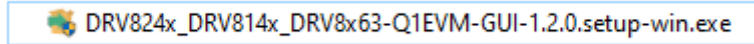

图 3-4. GUI 应用程序存档内容
4. 从解压缩的存档中运行安装程序：例如，“DRV824x_DRV814x_DRV8x63-Q1EVM-GUI-1.2.0.setup-win”（请参阅 图 3-4）。如果尚未安装 GUI Composer Runtime，安装程序会处理此问题。对于每个操作系统，安装程序的内容看起来稍有不同，但很容易理解。